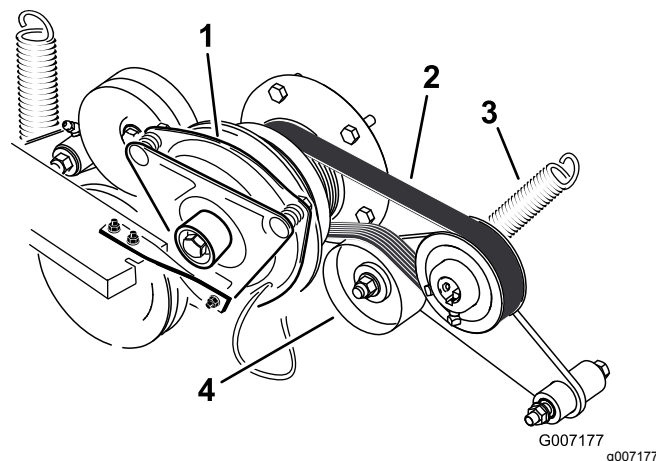

Figura 64
3. Togliete la molla di tensione dal braccio di rinvio (Figura 64).
4. Montate la nuova cinghia attorno alle pulegge del motore e della pompa idraulica (Figura 64).
6. Montate la molla sul braccio di rinvio (Figura 64).